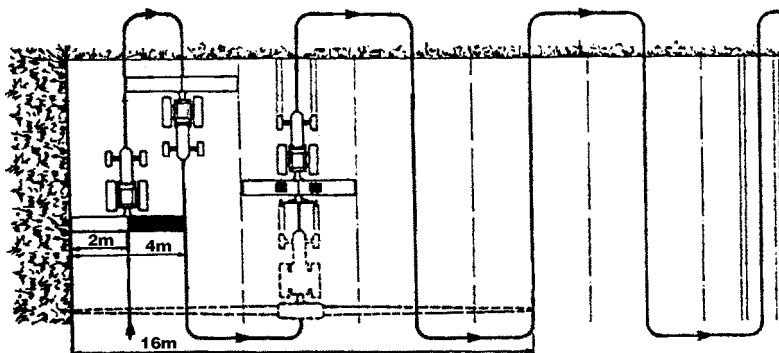

Fig. 29
b) Frakobling af halvdelen af såmaskinens arbejdsbredde (fig. 29).